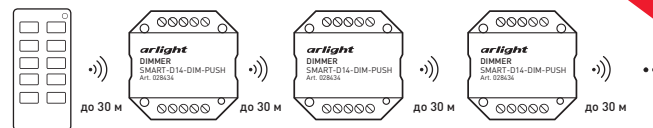

Рисунок 5. Ретрансляция сигнала от пульта ДУ
- 3.10. Все диммеры автоматически ретранслируют сигнал от пульта ДУ или панели управления (рисунок 5). Расстояние между диммерами на открытом пространстве может достигать 30 м.